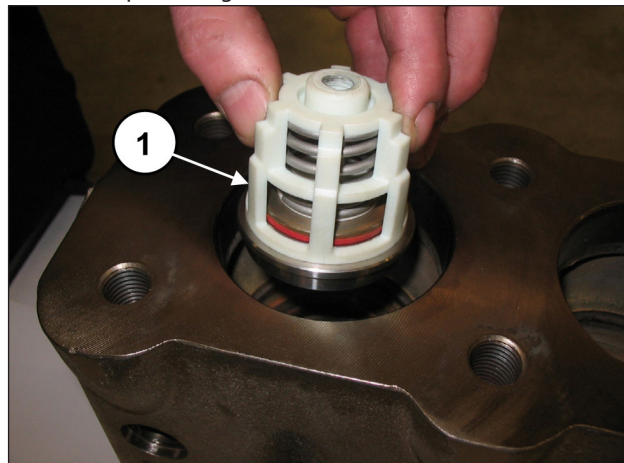
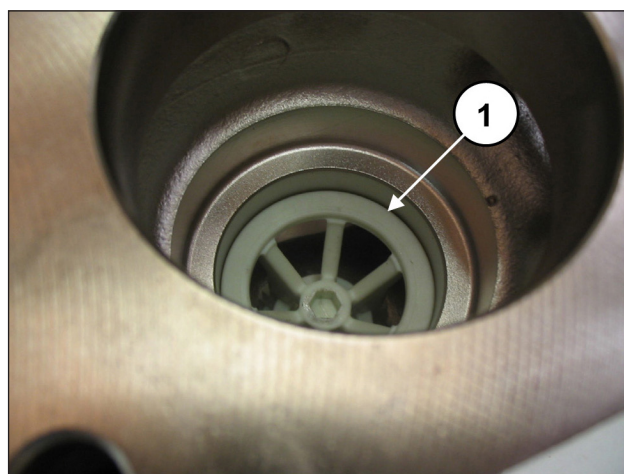

Fig. 119
Fig. 120
Introducir el grupo de la válvula de aspiración (pos. ①, Fig. 119) y, a continuación, el distanciador (pos. ①, Fig. 120). El grupo de la válvula se ha de introducir a fondo como se indica en la pos. ①, Fig. 120.